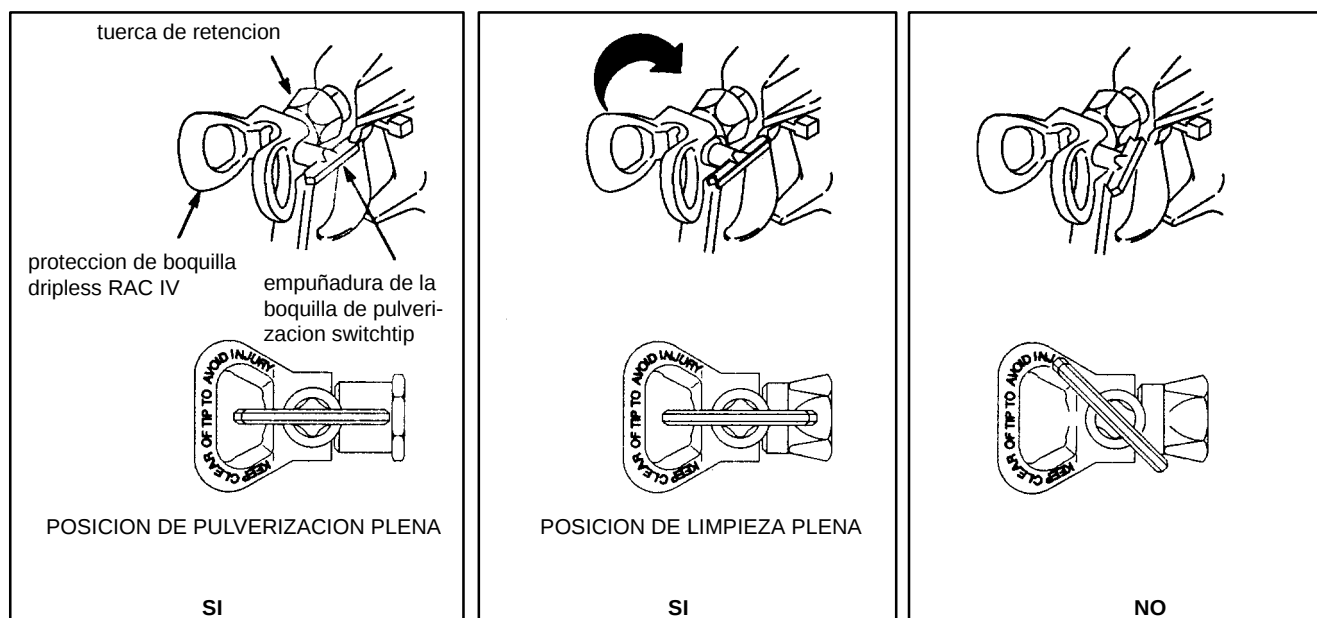

Fig. 2
- Girar la empuñadura de la boquilla de pulverización SwitchTip de tal manera que quede paralela a la tobera de la pistola. Ver Fig. 2.